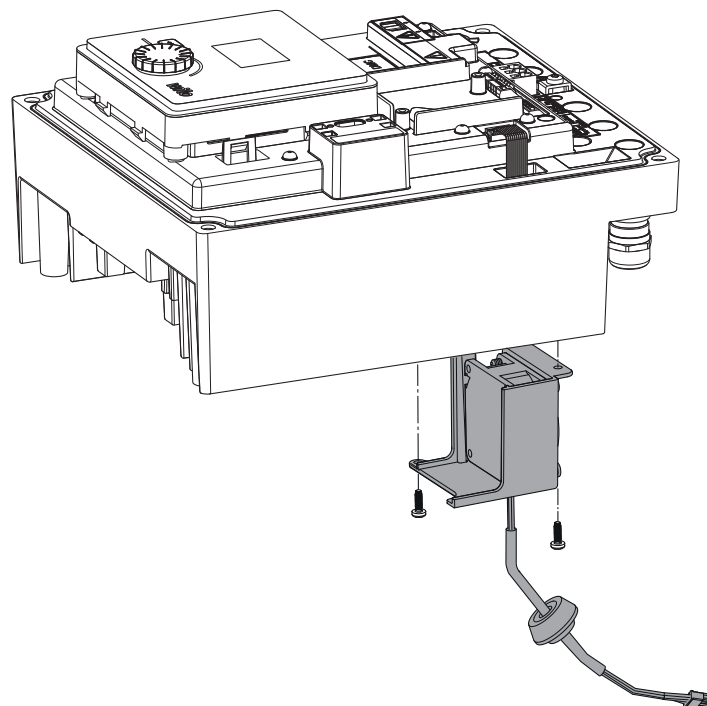

Fig. 45: Зняття вентилятора модуля разом із кабелем і гумовим ущільненням
- Відкрити кришку електронного модуля. (Fig. 45).